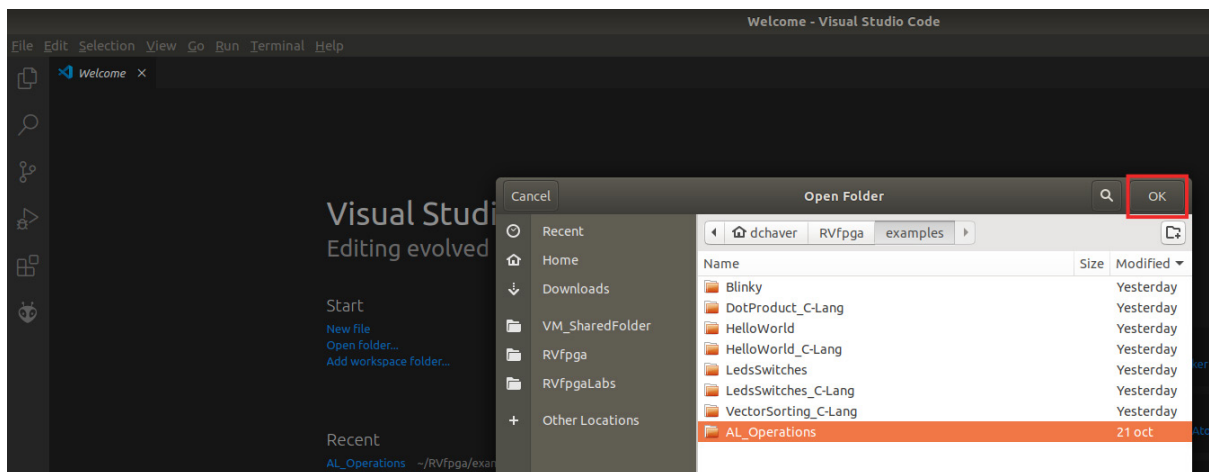

图34. 打开AL_Operations文件夹
- e. 选择要使用的PlatformIO项目。在本部分中，我们以表9中提到的第一个示例AL_Operations为例，将在下一部分中对此示例进行调试，对任何其他示例可执行相同的步骤。为此，选择目录AL_Operations（不要打开，只需将其选中 – 参见图34），然后单击窗口顶部的“OK”（确定）。PlatformIO现在将打开AL_Operations示例。